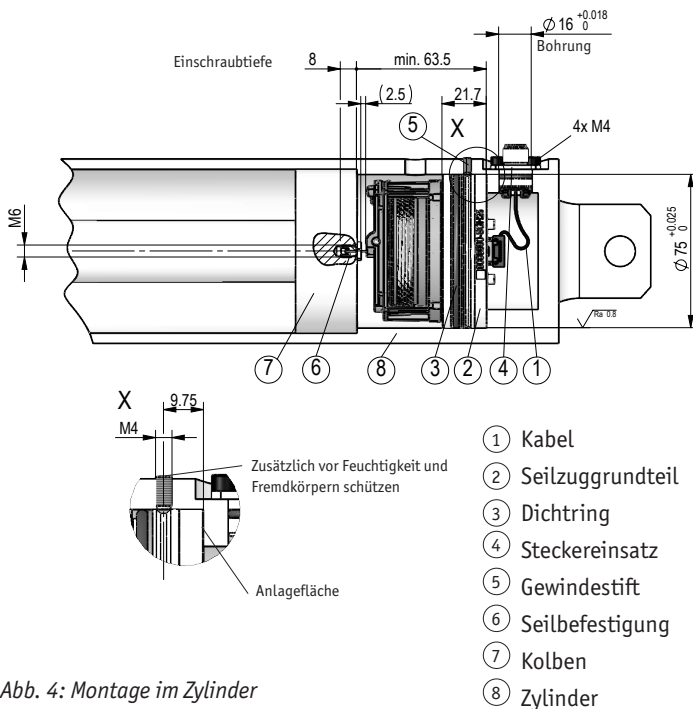

Abb. 4: Montage im Zylinder
Montage (Abb. 4):
- Das Kabel ① (z.B. KV1H) ohne Flanschgehäuse am Seilzuggrundteil ② vom SGH25 einstecken. Das Kabel ① (z.B. KV1H) sollte beim Einbau in die Richtung des Kabelausganges vom Zylinderunterteil zeigen.
- Der SGH25 wird mit eingefettetem Dichtring ③ vorsichtig in das Zylinderunterteil gepresst. Es muss darauf geachtet werden, dass der Steckereinsatz ④ und das Kabel nicht eingeklemmt werden, sondern dass der Steckereinsatz durch den Steckerausgang am Zylinderunterteil nach außen gezogen wird. Der Steckereinsatz wird mit dem Flanschgehäuse incl. gefettetem O-Ring gefügt und 4x an der vorgesehenen Stelle verschraubt. Die Axialsicherung kann, wie in Abb. 4 dargestellt, mit einem Gewindestift ⑤ erfolgen. Den Gewindestift erst leicht anziehen (ca. 0.5 Nm) und anschließend wieder ca. 0.5 Umdrehungen zurückdrehen. Der Gewindestift muss je nach Umgebungsbedingung abgedichtet werden.
Nähere Informationen zum Einbau finden Sie im Kapitel 4.1 \(Abb. 4\)